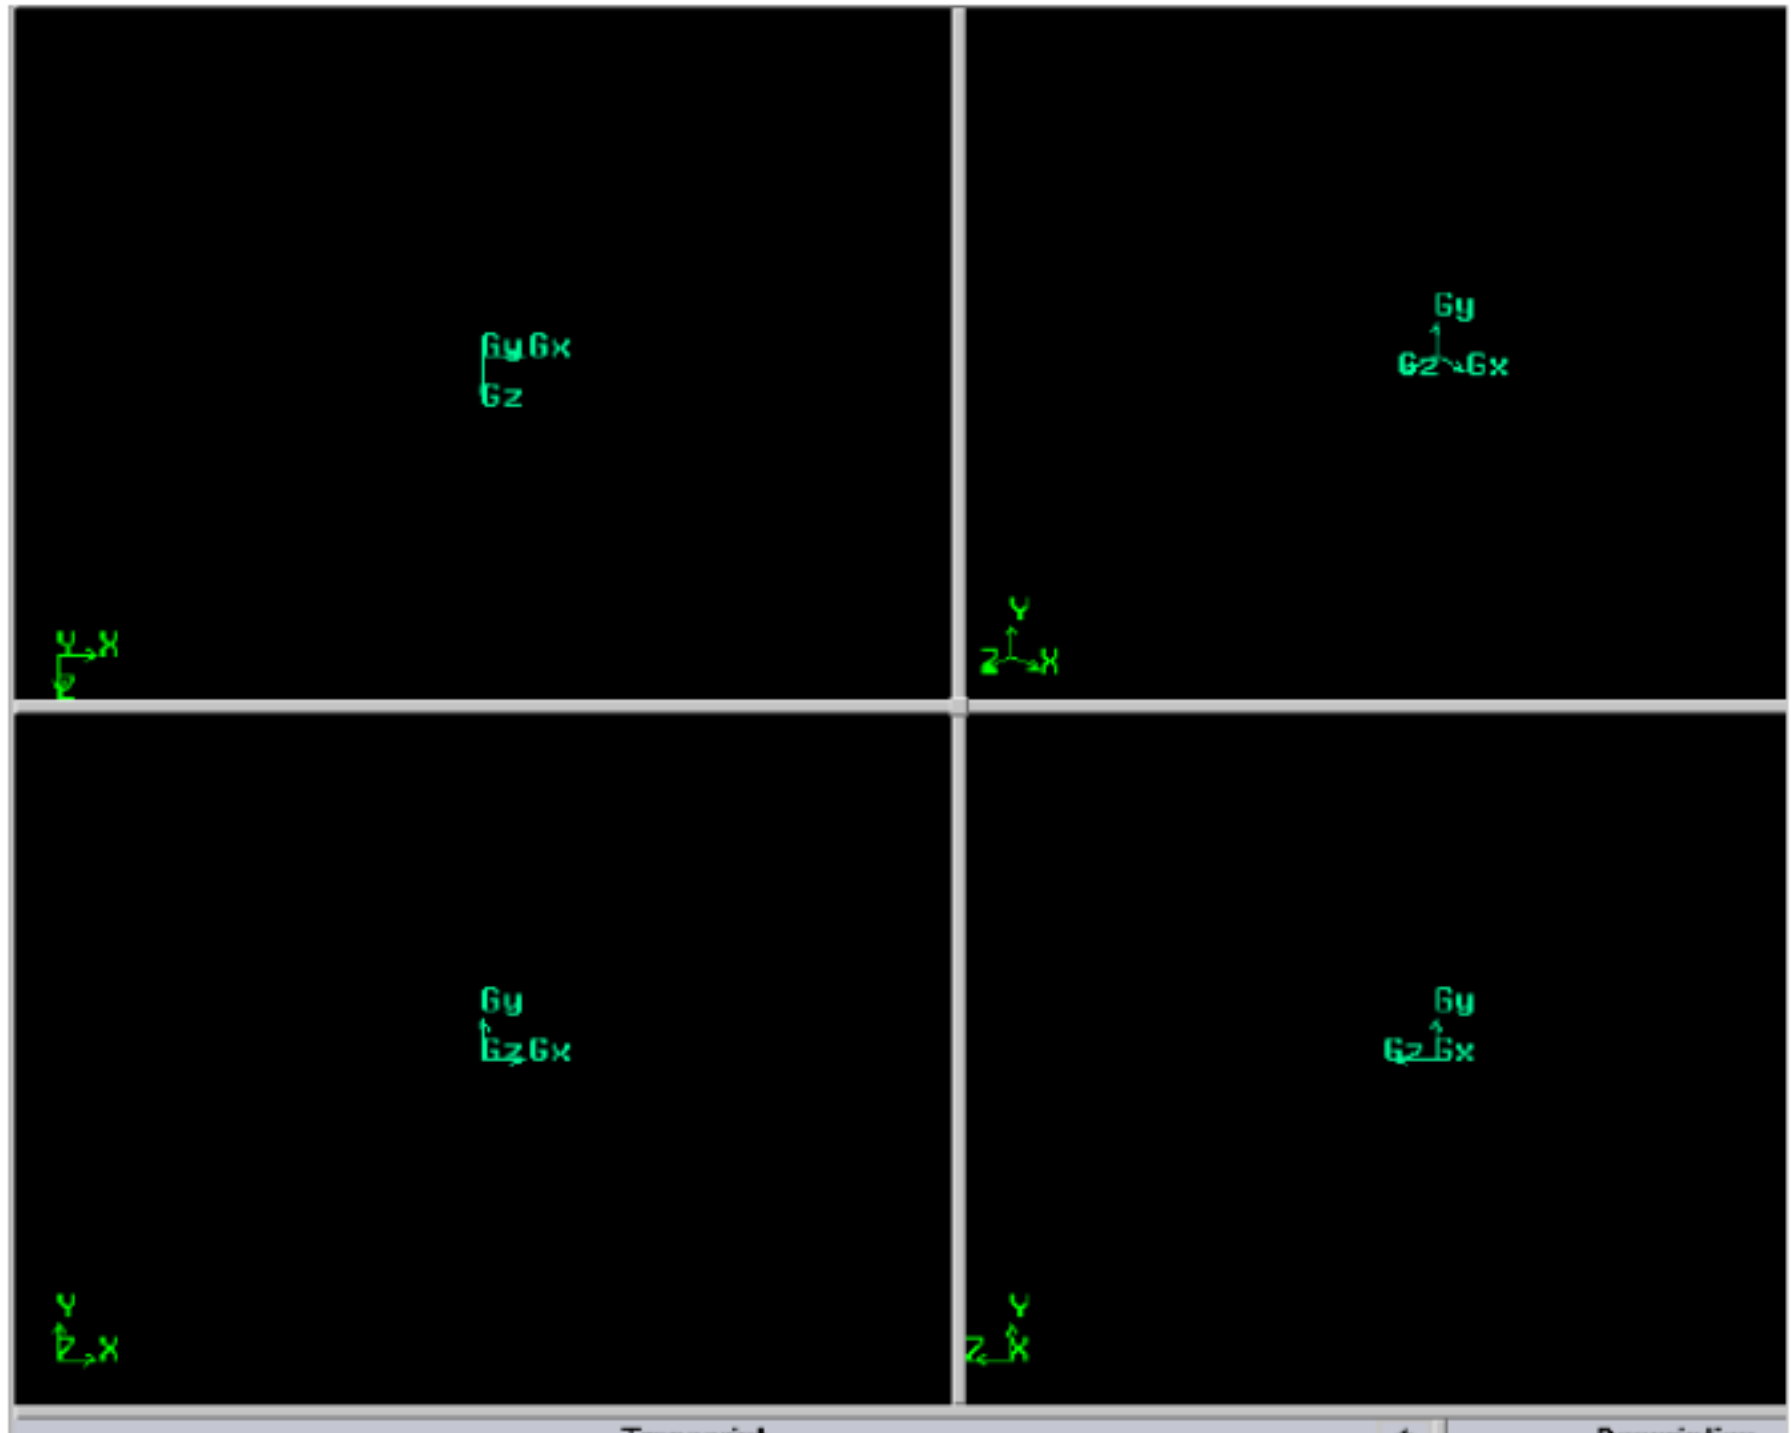

图 33
3. 选择 ，则左上视图变成顶视图。如法炮制，设置其他视图（见图 33）。